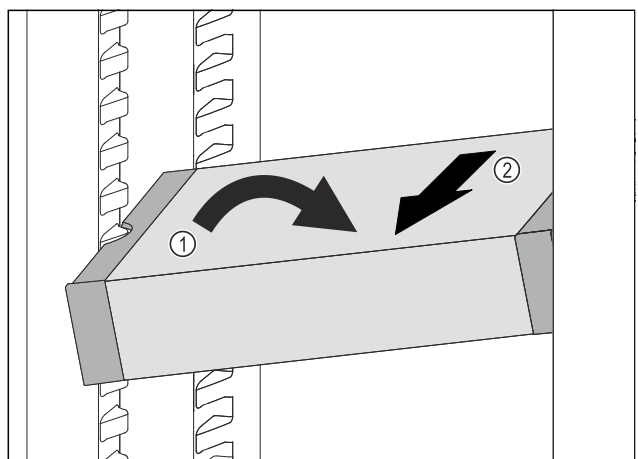

Fig. 117
- Встановити VarioSafe під кутом в охолоджувальному відділенні. Fig. 117 (1)
- Витягнути VarioSafe вперед. Fig. 117 (2)